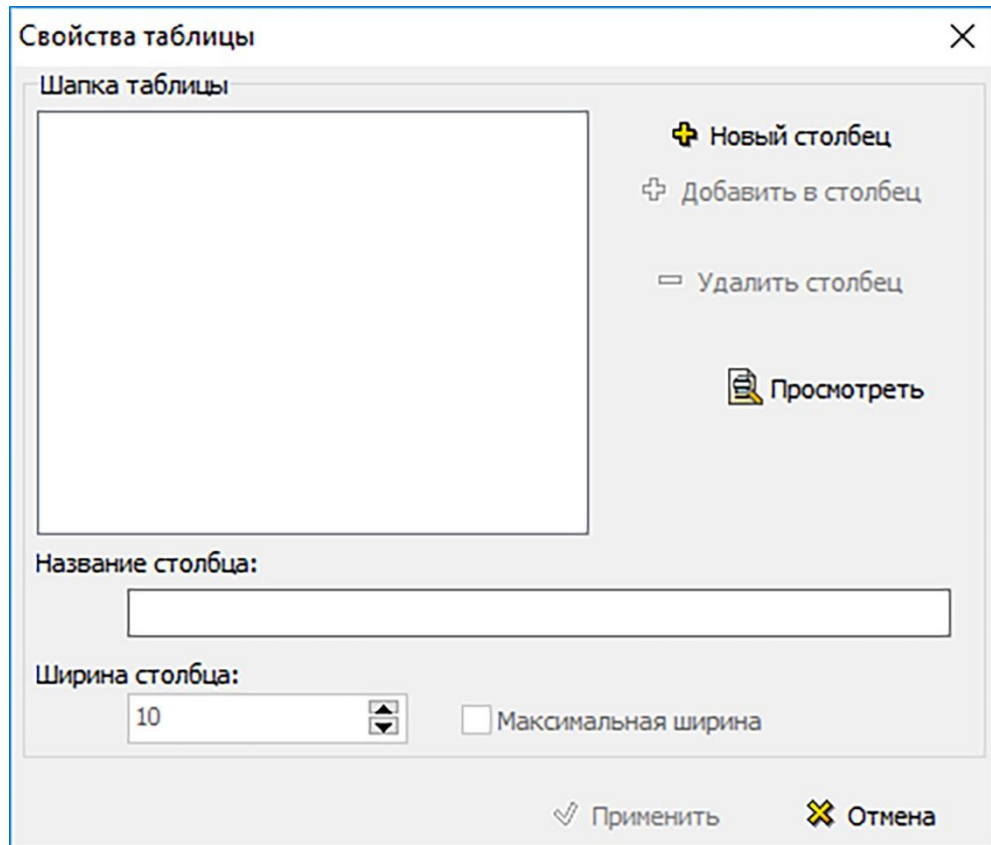

Рисунок 589
10) В окне **Параметры таблицы** нажмите на кнопку **Применить**. После этого откроется окно **Свойства таблицы** (рисунок 589).